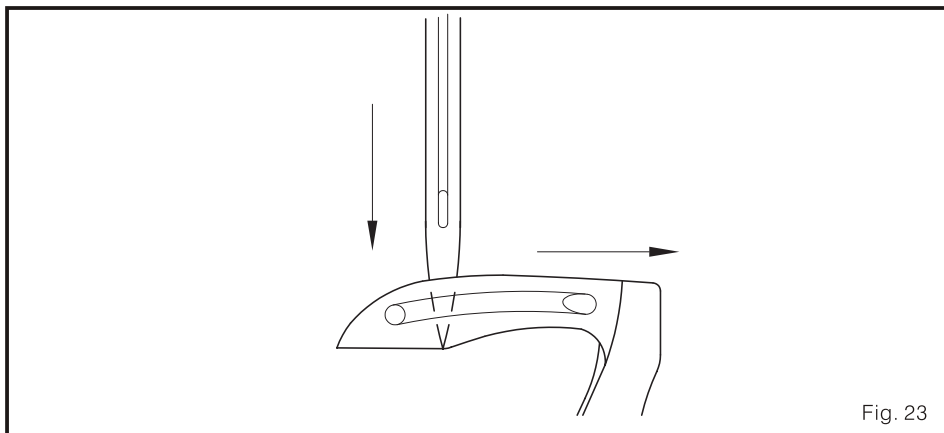
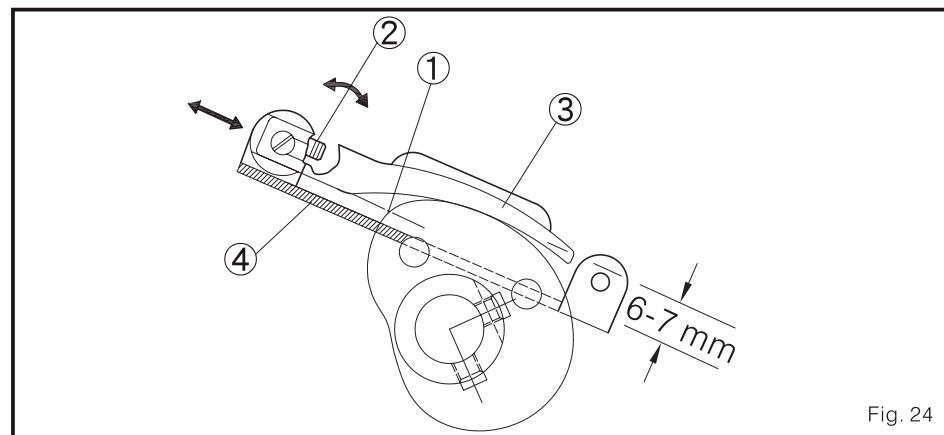

Fig. 23
Fig. 24
1. quando a agulha se mexa abaixo do ponto morto superior da parte inferior do bucleador posterior, e é paralelo à gorjeta do bucleador (fig. 23). o ponto mais alto do controle do fio da leva isto na posição do fio que é o ponto 1 em Fig. 24
2. ajustar o guia de fio do bucleador (fig. 24)